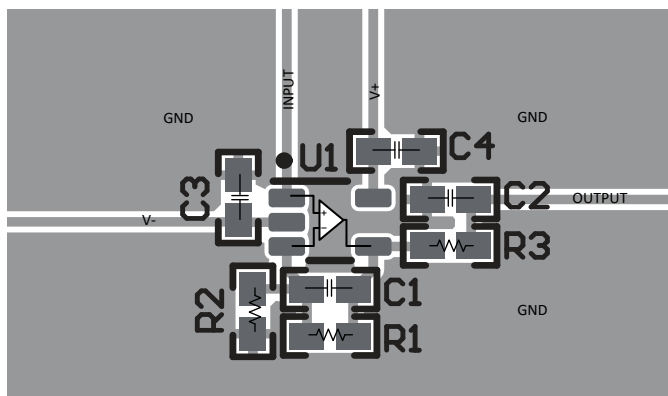

图 10-2. 同相配置的运算放大器电路板布局布线 - SC70 (DCK) 封装
- 外部元件应尽量靠近器件放置。如图 10-2 所示, 保持 RF 和 RG 接近反相输入可以最大限度地减少寄生电容。